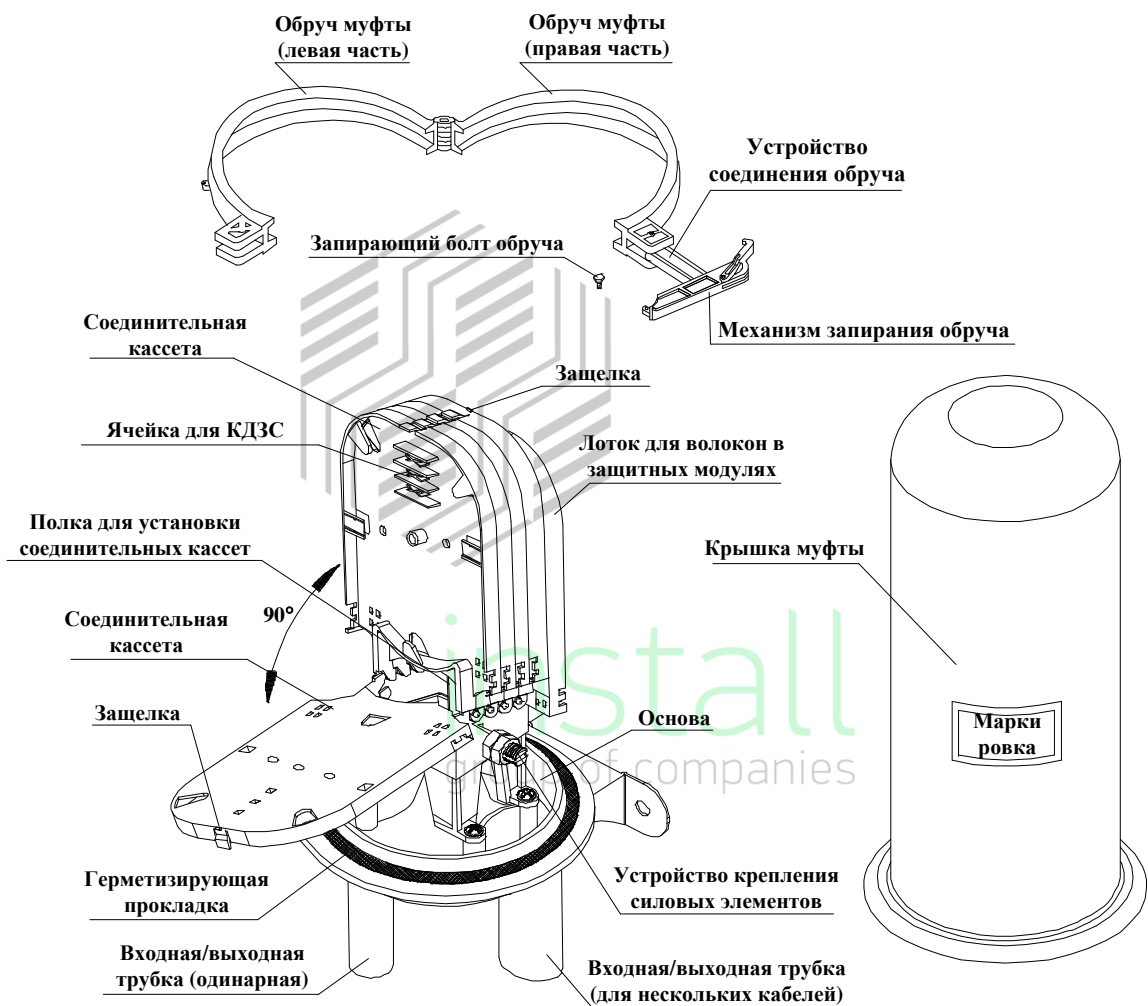

Рисунок 1
① Снимите болт, скрепляющий обруч и отожмите систему запирания, после чего снимите обруч с муфты.
② Снимите крышку муфты.
③ Снимите сплайс-пластины муфты.
④ Для жесткого крепления муфты применяется держатель. Фиксируем основание муфты в этом держателе и открываем овальный кабельный ввод, срезав с помощью ножовки наконечник ввода. Обработайте внутренний край открытого ввода наждачной полоской.
6.1.4 Смотрите рисунок 1.